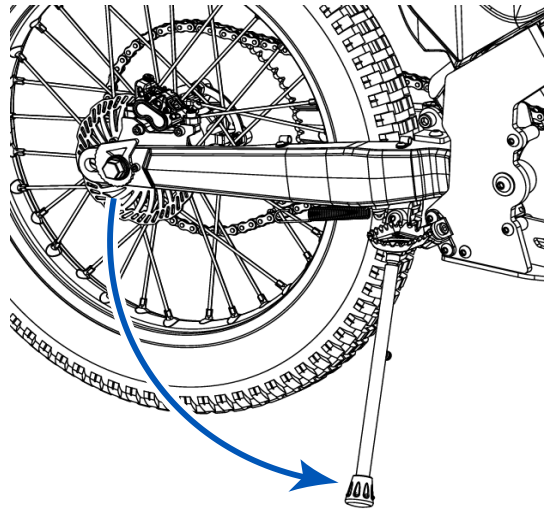
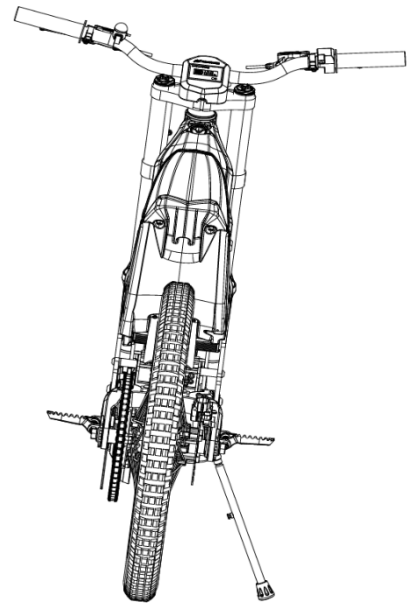

Fig. 13a
Fig. 13b
13. Una vez retirado el caballete central, debe colocar la motocicleta en posición vertical y bajar el caballete lateral plegable (Fig. 13a), para mantener la moto fija y evitar que se caiga (Fig. 13b). Debe asegurarse que la moto está ubicada en una superficie plana. Posicionar el caballete de la motocicleta, según se muestra en la siguiente imagen.